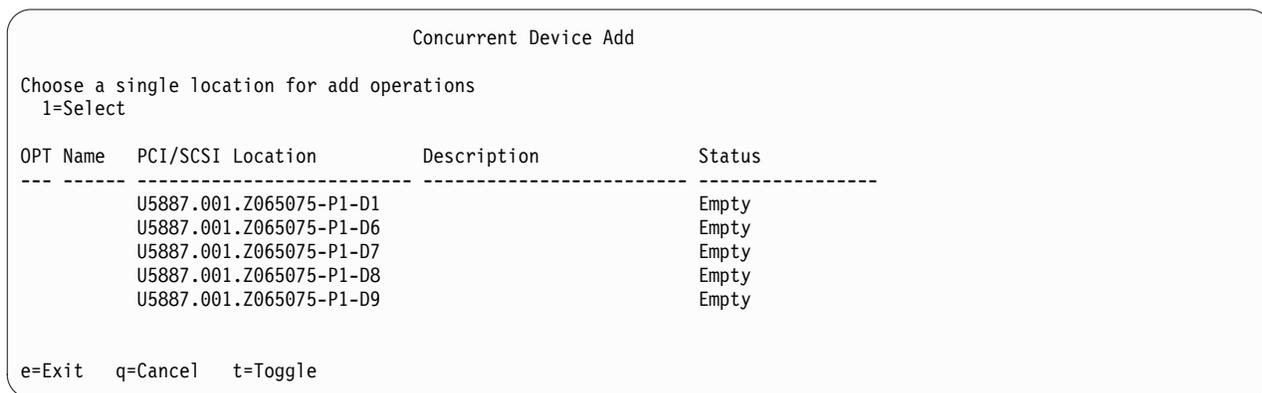

Figura 11. Exemplo do ecrã Adição de dispositivo concorrente (Concurrent Device Add)
- d. Selecciona **Dispositivo de adição concorrente (Concurrent add device)** no ecrã Trabalhar com Recuperação de Unidades de Disco (Work with Disk Unit Recovery) e, em seguida, prima Enter. É apresentado um ecrã Adição de Dispositivo Concorrente (Concurrent Device Add) semelhante à Figura 11.